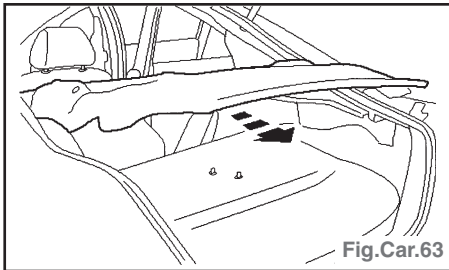

Fig.Car.63
- détacher le panneau de garnissage (1),
- détacher les ancrages supérieurs de ceinture de sécurité (2).
**5 portes et Clipper (Fig.Car.63)**